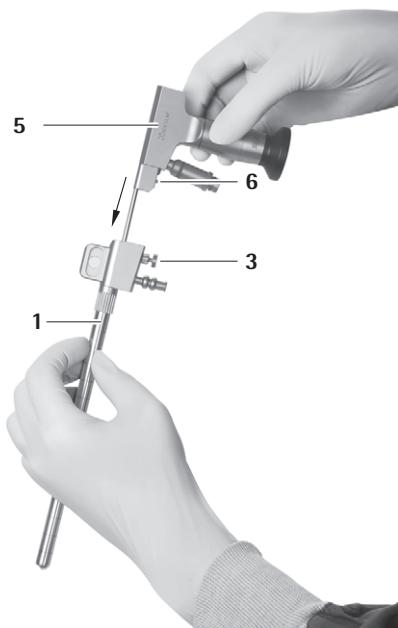
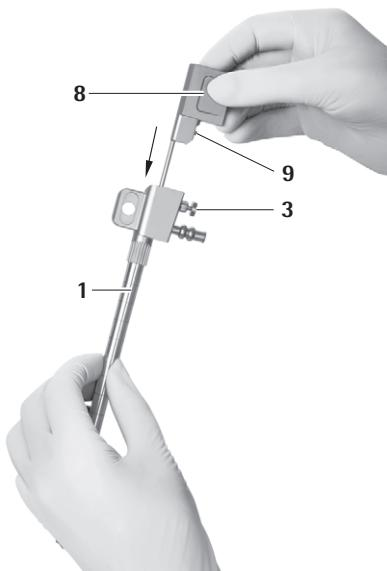

Fig. 14
Fig. 15
- ▶ Asigurați-vă că șurubul de blocare 6 al endoscopului 5 sau șurubul de blocare 9 al obturătorului pentru canalul optic 8 este pe aceeași parte cu butonul de deblocare 3 al trocarului MINOP InVent 1, vezi Fig. 14 și vezi Fig. 15.